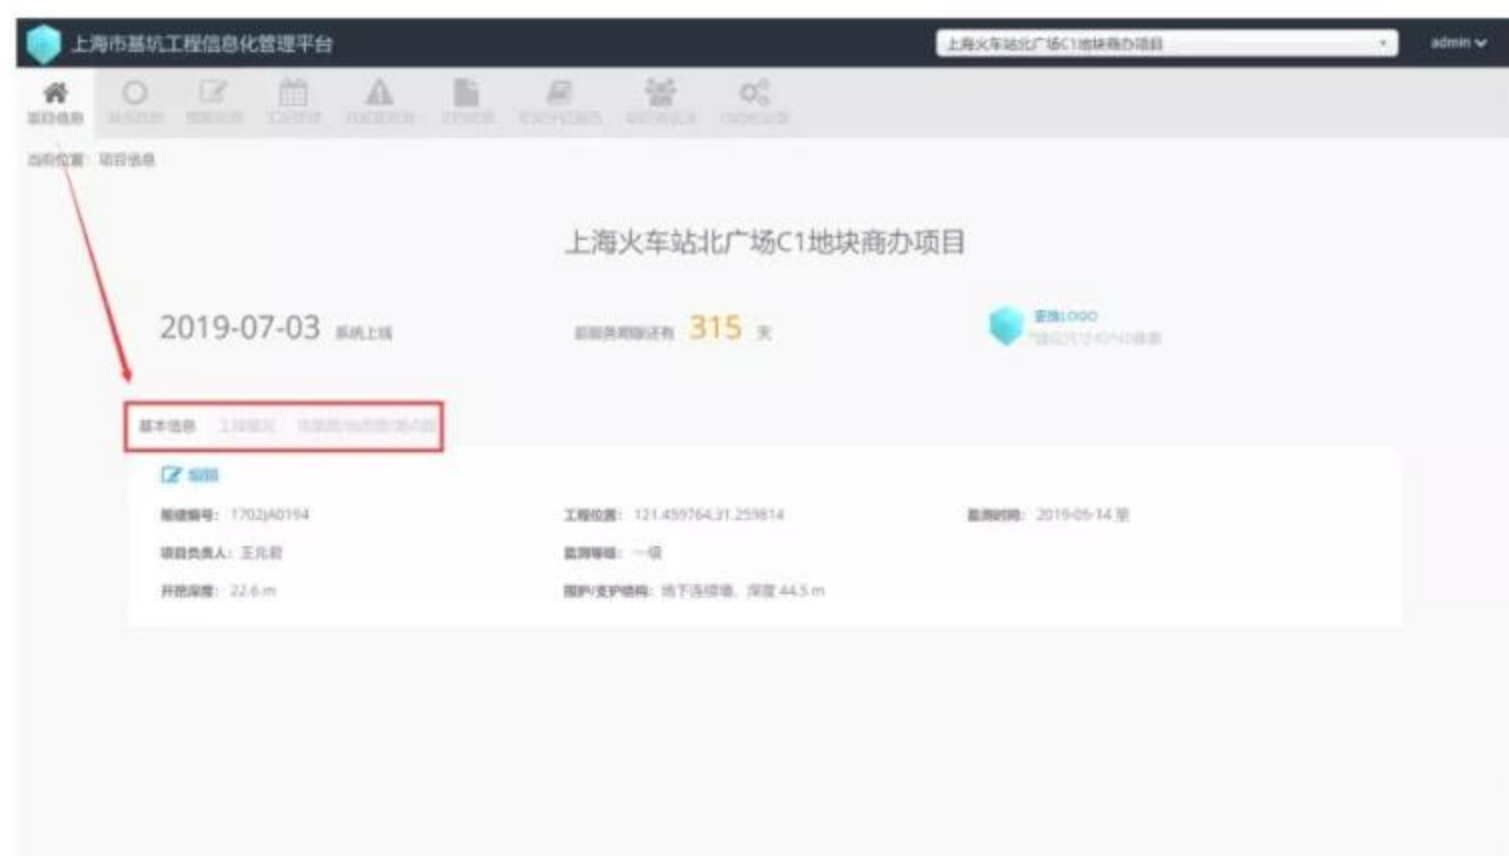

图 4.3 项目信息界面
3. 项目图片需上传项目测点图、地质图。上传时选择上传的图片类型，参考下图4.3。